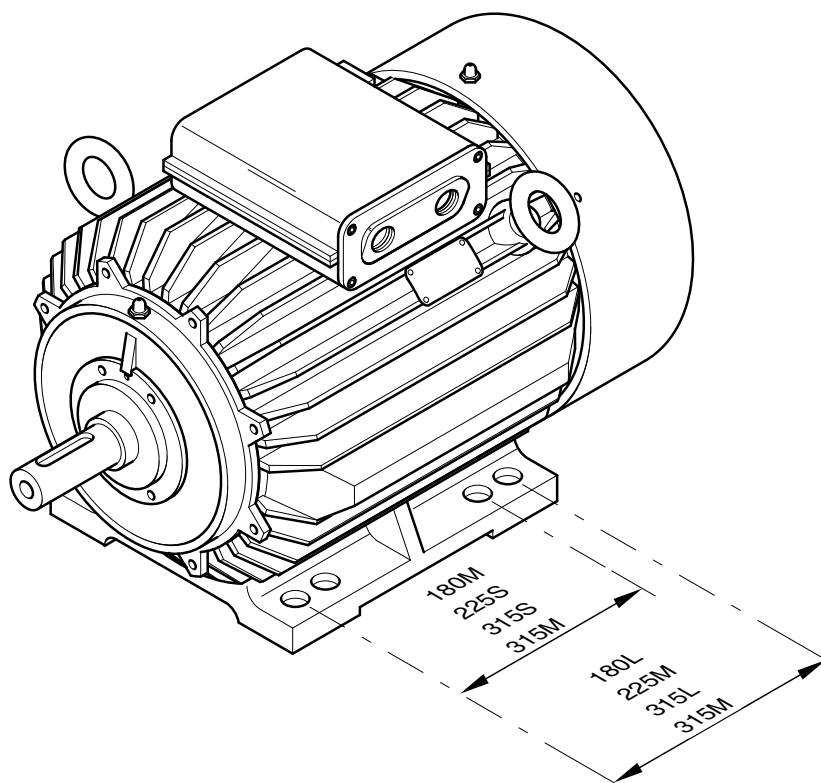

Рис. 2: Отверстия для опорного крепления
2.6 Отверстия для опорного крепления (рис. 2)